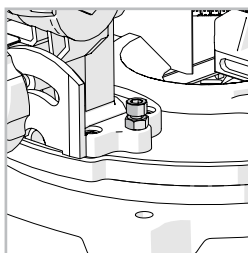

Fig. 11
- Se necessario, ruotare la vite verso l'interno o verso l'esterno mediante una chiave esagonale. (**Fig. 11**)